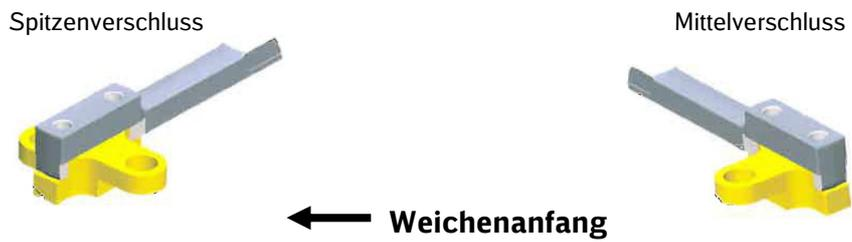

Bild 19 Montage der Seitenanriffe bei Weichen mit Verschlusschwellen
Bei Weichen mit Verschlusschwellen sind die Seitenangriffe entsprechend Bild 19 für die Stellstange am Spitzenverschluss sowie die Winkelhebelanschlussstange an Mittelverschlüssen in Richtung Weichenanfang und nur bei der Winkelhebelanschlussstange am Spitzenverschluss zum Weichenende hin anzuordnen.
- Seitenangriffe für Weichen mit Verschlusschwellen sind separat zu bestellen und werden mit dem LST-Material geliefert (Bild 19).